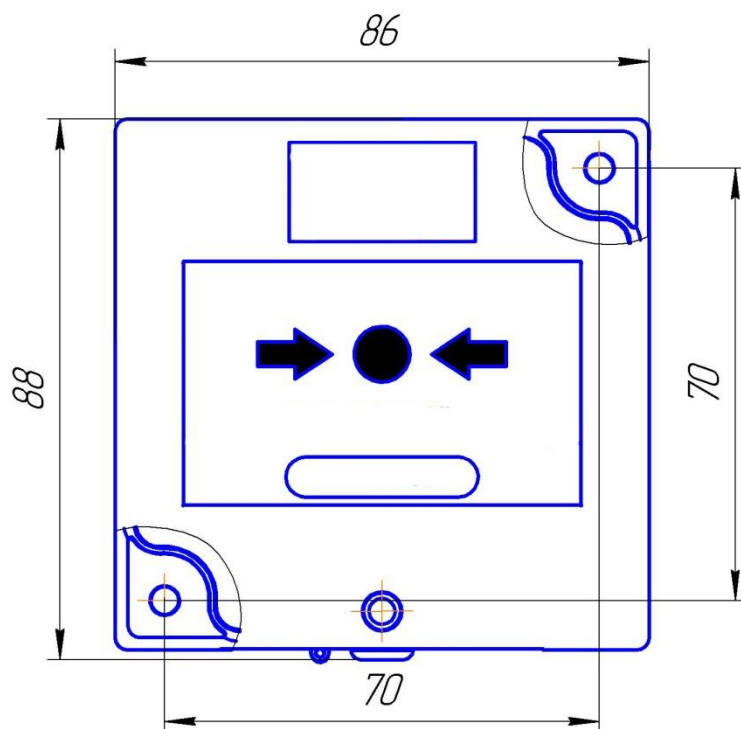
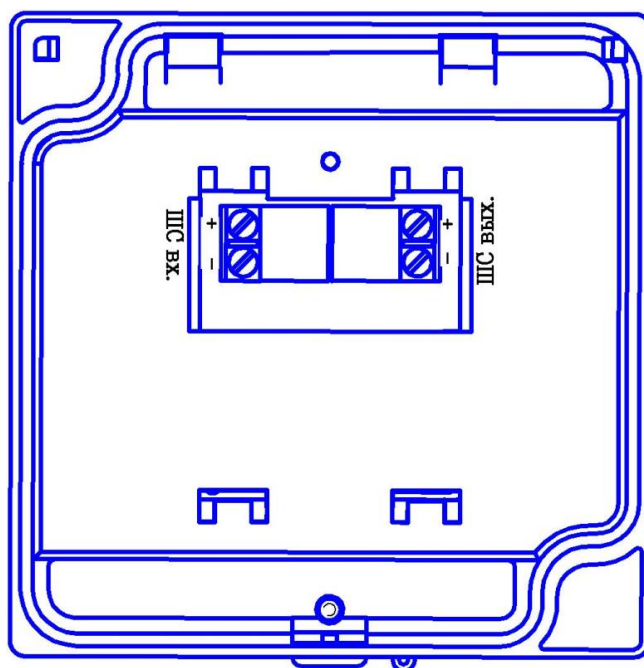
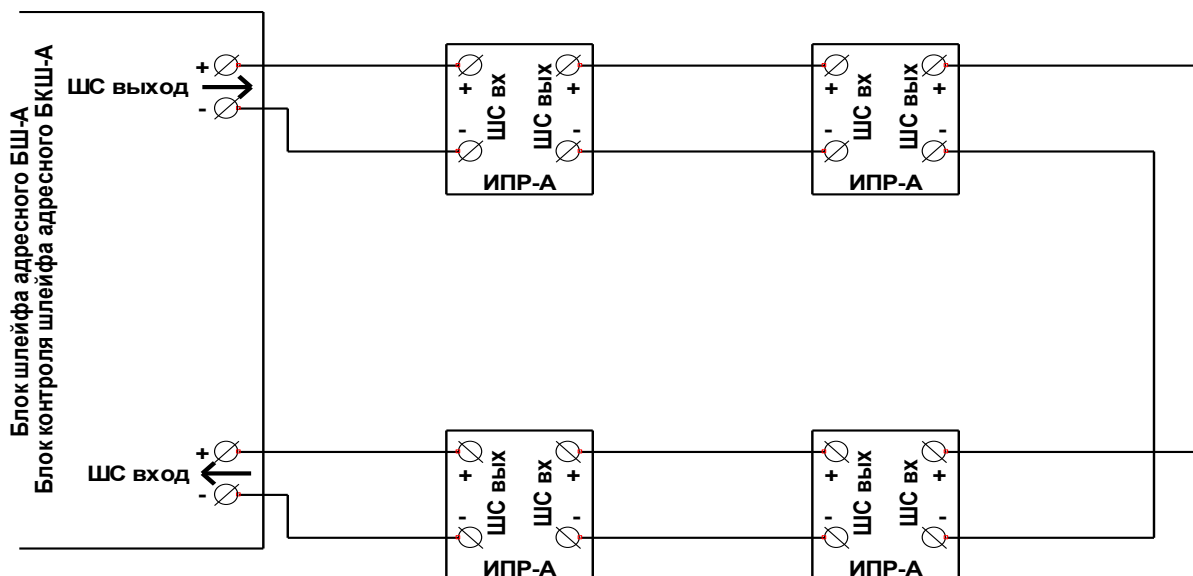
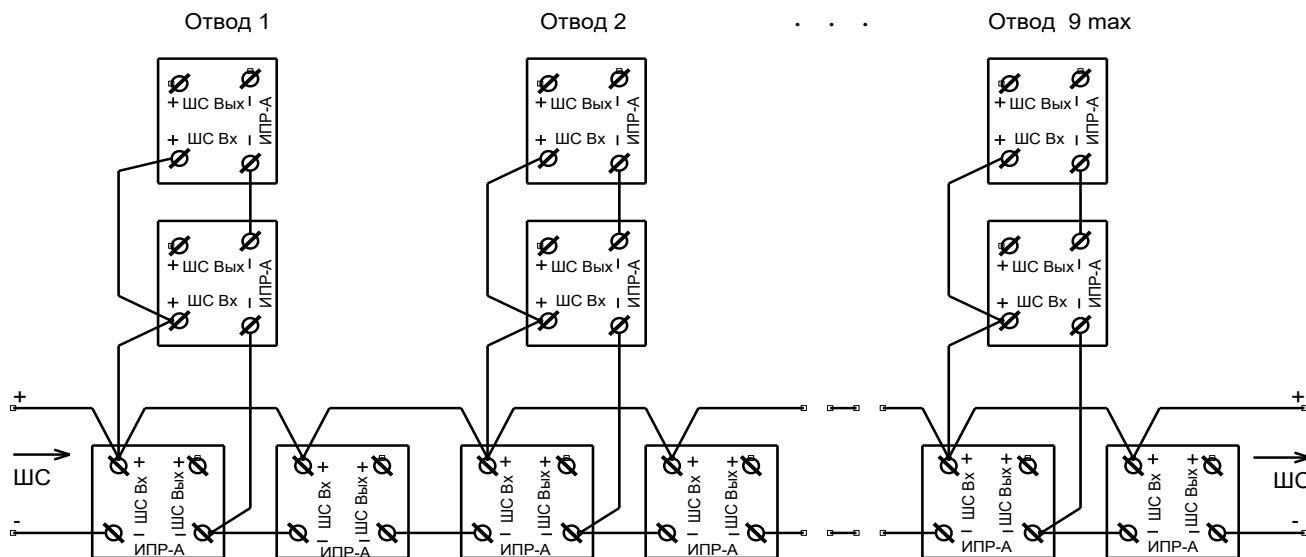

Рис. 2– Габаритные и установочные размеры извещателя ИПР-А без защитной крышки
Рис. 3– Общий вид и расположение контактов на блоке ИПР-А
Рис. 4 – Схема включения извещателей
Рис. 5 – Схема подключения извещателей с отводами.
4.1.3 Габаритные и установочные размеры извещателя ИПР-А приведены на рис. 2, размещение клемм – на рис. 3.
4.1.4 Схема включения извещателей в петлевой адресный шлейф пожарной сигнализации прибора «Варта-Адрес» приведена на рис. 4.
Возможно включение извещателей с отводами (смотри рис.5). Допускается выполнять до 9 отводов включительно, длина отводов до 2-х метров, в каждом отводе допускается устанавливать до 2-х извещателей.
- разметить места установки дюбелей согласно рис. 2;
- подключить шлейфы к контактным колодкам соблюдая полярность и направление ШС согласно рис. 3 и схем подключения (рис.4, рис.5);